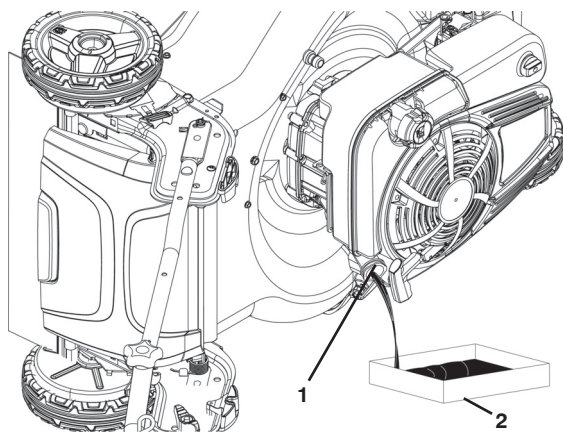

Figure 22
3. Inclinez la tondeuse à gazon sur le côté et vidangez l'huile dans une cuvette appropriée. Faites faire un mouvement de va-et-vient à la tondeuse à gazon pour enlever l'huile emprisonnée dans le moteur (Figure 22).